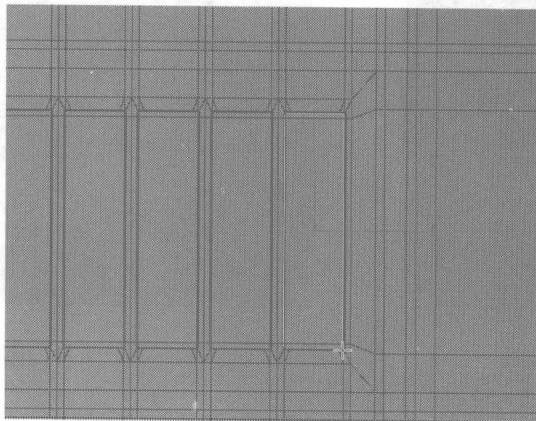

图 4.402
- 50 在 Create 控制面板中单击 **Plane** 按钮, 在 Bottom 视图中建立一个面片物体, 如图 4.402 所示, 单击右键, 在弹出的快捷菜单中选择 Convert to Editable Poly 命令, 将其转换为可编辑的 Polygon 模型。